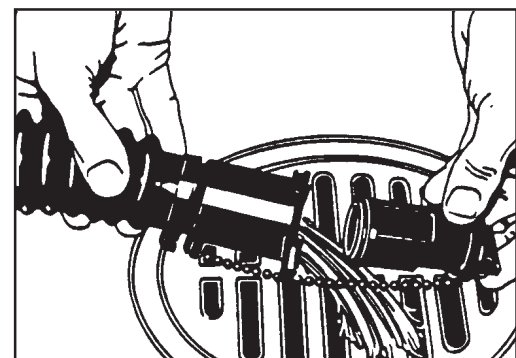

Figura 28
- 2.) Para abrir completamente la válvula de vaciado, gire el tapón hacia la derecha y sáquelo. (Véase figura 28.)